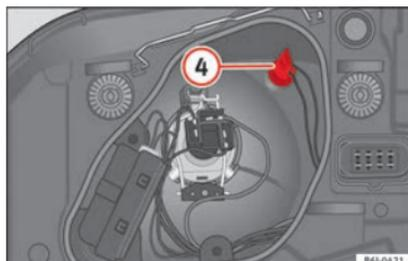

Fig. 178 Luz de posición.
- Extraiga el portalámparas ④ » fig. 178 hacia fuera.